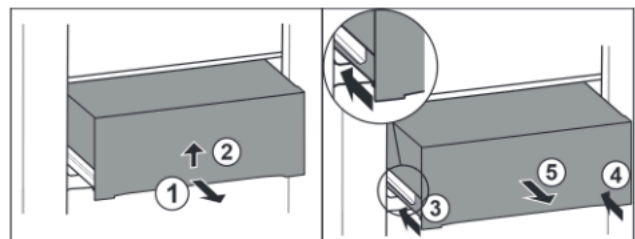

Fig. 41
- ▶ Estrarre il cassetto a metà. Fig. 41 (1)
- ▶ Sollevare il cassetto nella parte inferiore. Fig. 41 (2)
- ▶ Inserire la guida sinistra. Fig. 41 (3)
- ▶ Inserire la guida destra. Fig. 41 (4)
- ▶ Rimuovere il cassetto tirandolo in avanti. Fig. 41 (5)